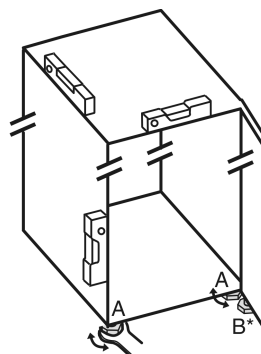

Fig. 8
- Vyskrutkujte nastaviteľné nohy Fig. 8 (A) priloženým vidlicovým kľúčom a pomocou vodováhy, kým zariadenie nebude pevne a stabilne vyrovnané.
- Vyskrutkujte nastaviteľnú nohu Fig. 8 (B) na ložiskovej konzole priloženým vidlicovým kľúčom, kým nebude dosadať na podlahu.
- Otočte nastaviteľnú nohu Fig. 8 (B) ďalej o 90°.